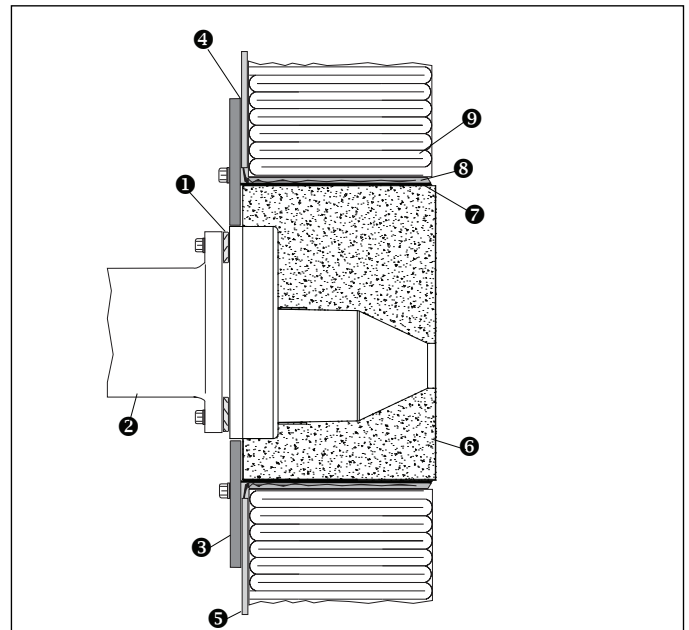
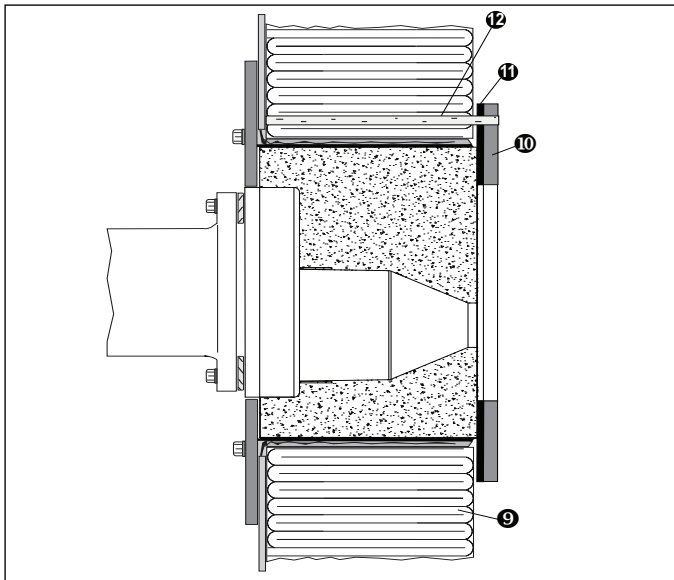

Abbildung 3.4 Faserbeschichtete Brennöfen
Abbildung 3.5
(Siehe Abbildung 3.4 und Abbildung 3.5)
- Bei Anlagen mit über 2200°F ein Abschirmblech aus Keramikfasern ⑩ installieren, das für die vorgesehene Ofentemperatur geeignet ist, siehe Abbildung 3.5.
- Abschirmung ⑩ an der feuerfesten Brennkammer ⑥ und der Faserauskleidung ⑨ bei hoher Temperatur, mit an der Luft härtendem Feuerfestzement ⑫ und keramischen Verankerungsvorrichtungen ⑬ befestigen.